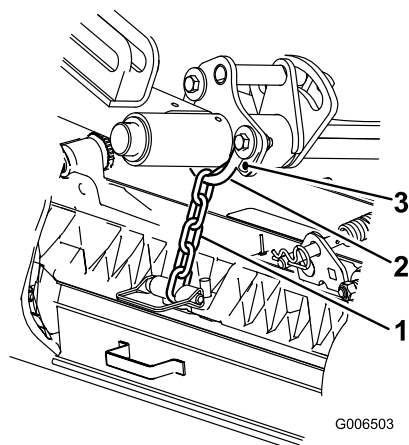

図 17
リンク・アーム・チェーンを取り付ける位置によって、後ローラのピッチ角が決まります（図 17）。
+ 昇降アームの U ブラケットを下穴にセットします(図 17)。
**注** 昇降アームのUブラケット (図 17) を、下の穴に移動させると、後ローラのピッチ角が3.5 度大きくなります。